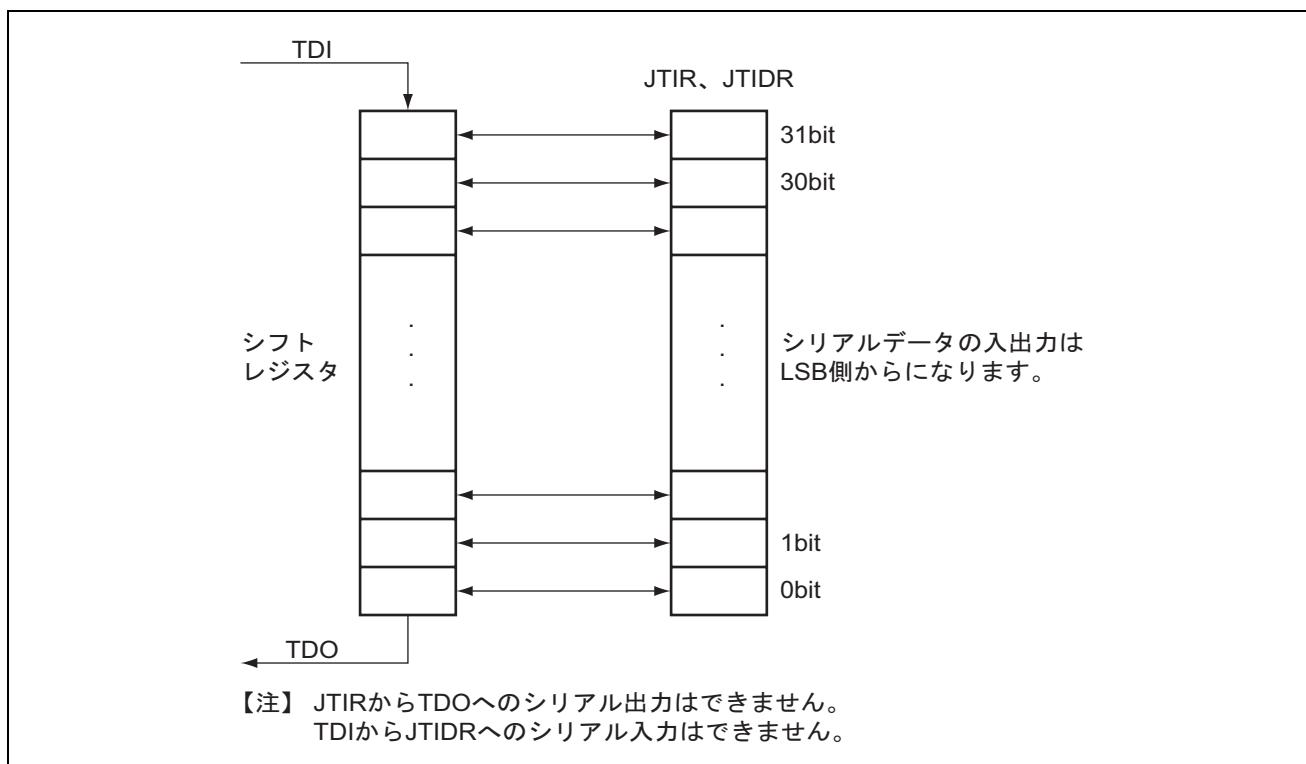

図 26.3 シリアルデータ入出力
- シリアル転送時、データの入出力は LSB 側からとなります。図26.3に示します。